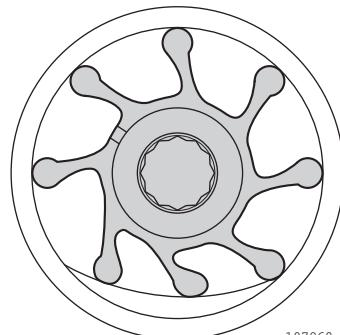

Figura 16
4. Ao montar a turbina, coloque as hélices da turbina como se mostra na ilustração. (Figura 16)